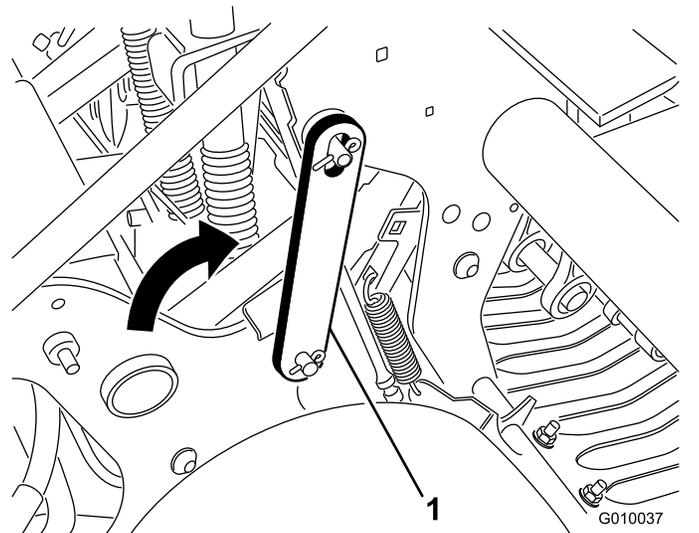

Bild 19
4. Schwenken Sie den Wartungsriegel nach hinten und setzen Sie ihn auf den Stift am Aerifizierkopf (Bild 19). Befestigen Sie den Riegel mit dem Clipping.